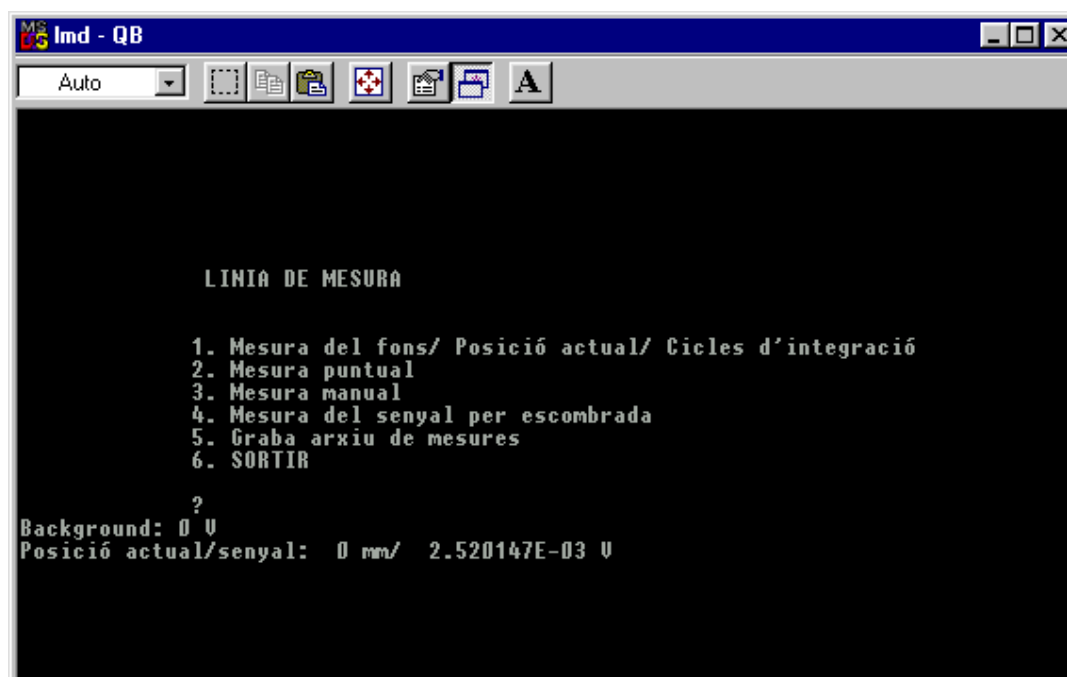

Figura 15
c) *Inicialització del programa:* Apareixerà el menú principal del programa (figura 15).